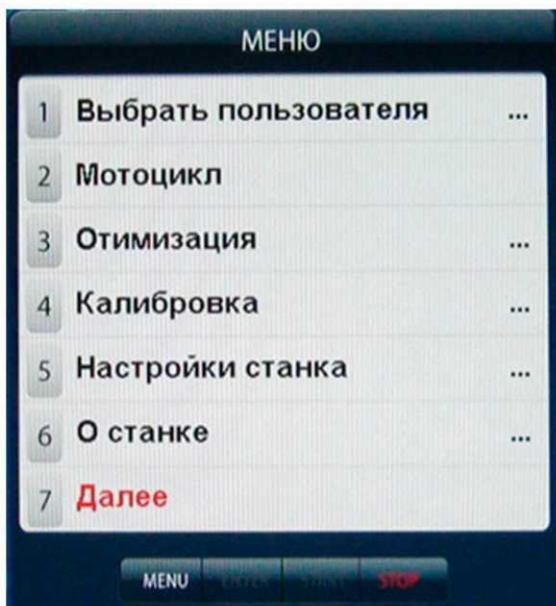
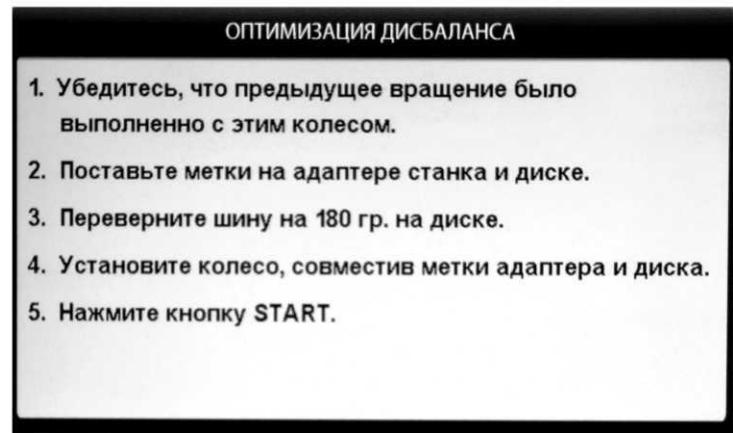
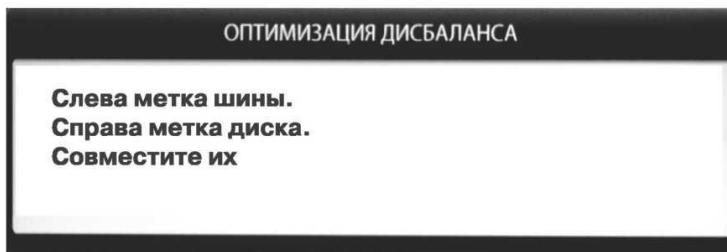
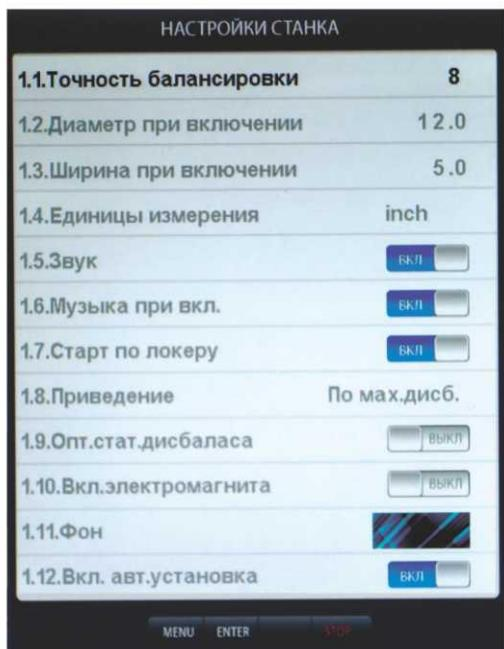

рис.15.1.
рис.15.2
рис.15.3
рис.17.1
15.2. Для входа в программу Opt нажмите кнопку «MENU» после чего на экране монитора появится окно (рис. 15.1). Далее выбрать программу «Оптимизация», нажав кнопку 3, после чего на экране монитора появится окно (рис. 15.2). Далее выполните операции согласно указаниям в окне (рис.15.2).
15.3. После выполнения п.5 в окне рис.15.2 на экране монитора появится окно (рис 15.3), а на индикаторах 1 отобразится величина статического дисбаланса колеса, а на индикаторах 4 - величина дисбаланса колеса, которую можно получить после завершения программы Opt. Поставьте метки на шине и диске согласно указаниям в окне рис.15.3.
16.2.1. Нажмите кнопку «MENU». На экране появится окно MENU (рис.15.1), нажмите кнопку 7 «Далее» на экране появится окно второй страницы MENU (рис.16.1). Выберите «Дополн. настройки», нажав кнопку 2, на экране откроется окно «Настройки станка» (рис.16.2). Нажмите кнопку 1 «Имена операторов» на экране откроется окно «Выбрать пользователя» со списком операторов, (рис.16.3).
Программное обеспечение СБ содержит целый ряд параметров, позволяющих максимально приспособить СБ к потребностям потребителя. Для настройки параметров нажмите кнопку «MENU» на экране монитора появится окно MENU (рис.15.1). Нажмите кнопку 5 «Настройки станка» на мониторе появится окно настроек (рис.17.1).